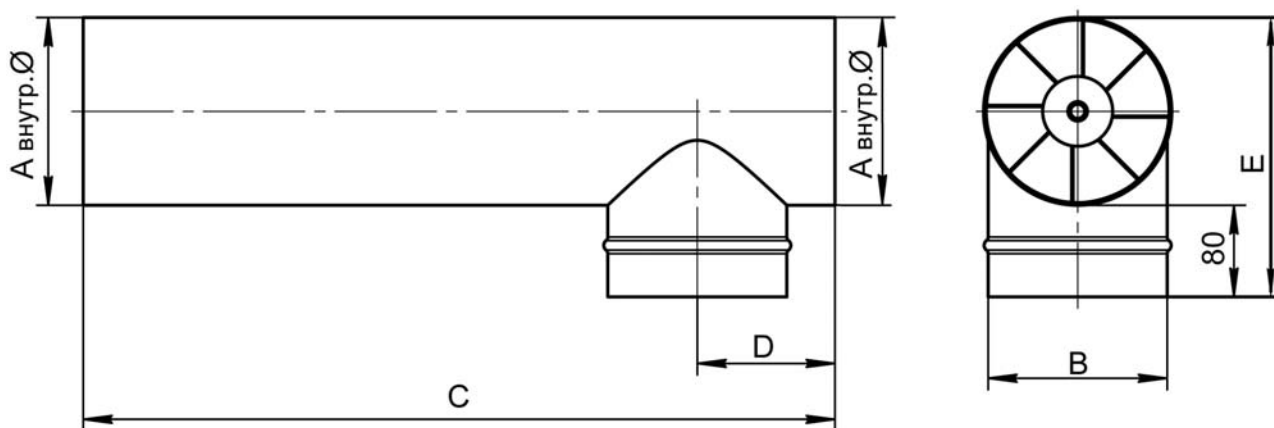

Рисунок 2.1
2.3. Габаритные и присоединительные размеры циклона ЦП-1000/2500/4000 приведены на рис. 2.1 и в табл. 2.1.